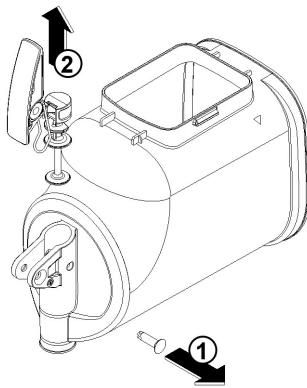

figura 8
- 5** Desmonte el grifo siguiendo la secuencia indicada (ver figura 8).